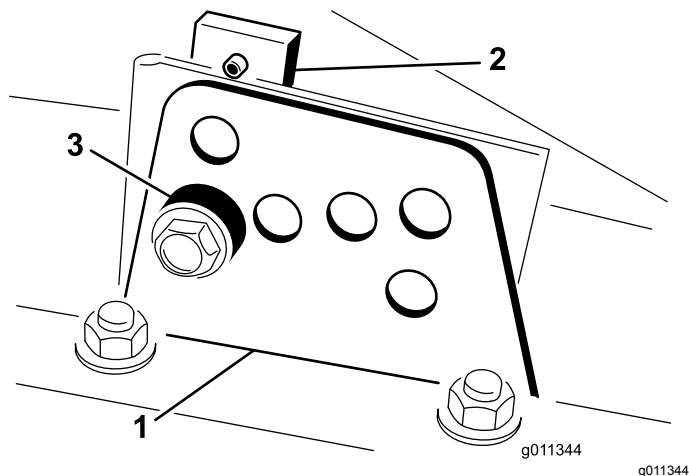

図 18
2. 各刈り高ブラケットを刈り高プレート前と右と左に固定しているボルトをゆるめる 図 18 を参照。
4. チェンバを支えておきながらスペースを取り外す 図 18。